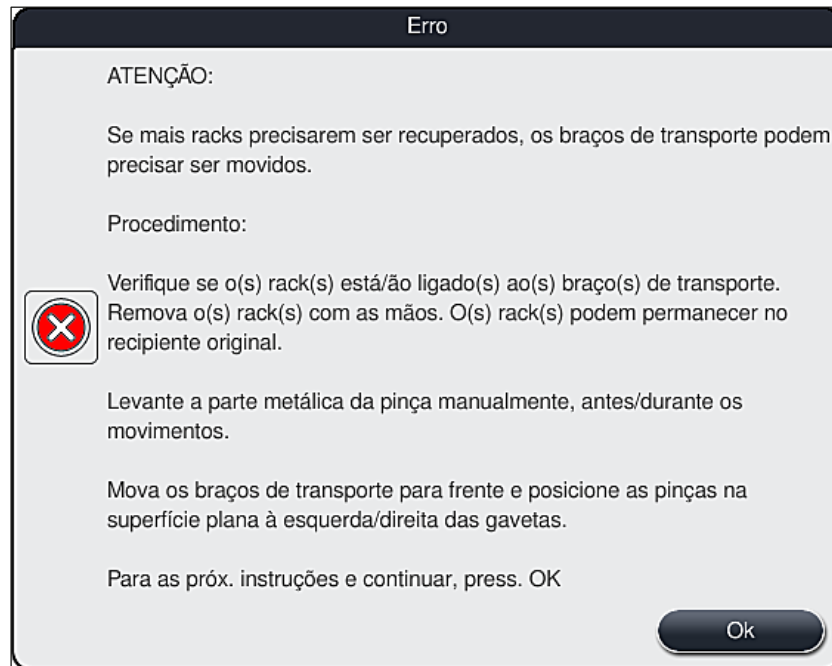

Fig. 111
- Após pressionar o botão **OK** (→ "Fig. 110"), surge outra mensagem de informações, (→ "Fig. 111") que fornece instruções ao usuário em relação ao procedimento correto para remoção dos respectivos racks.